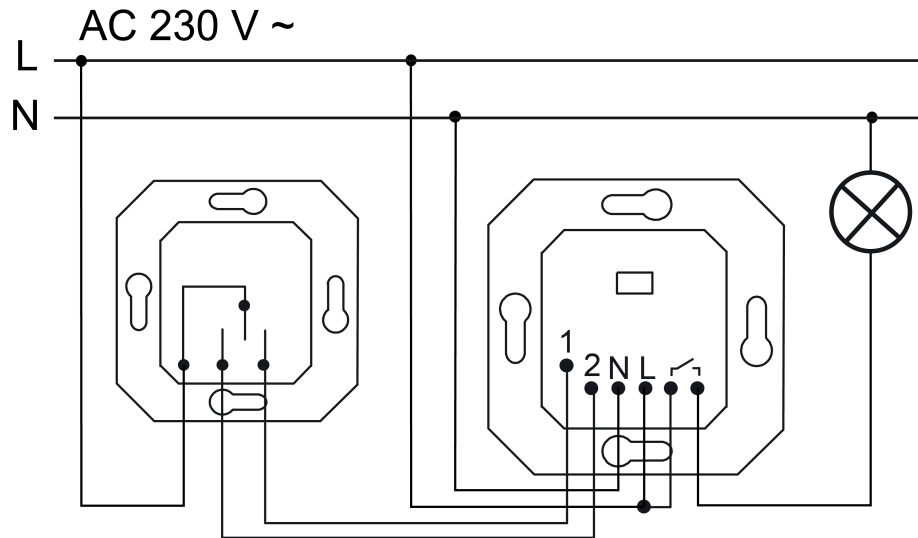

Figure 4: Exemple de raccordement avec un poste auxiliaire mécanique
- En option, raccorder les postes auxiliaires aux bornes 1 (OFF) et 2 (ON) (figure 4).